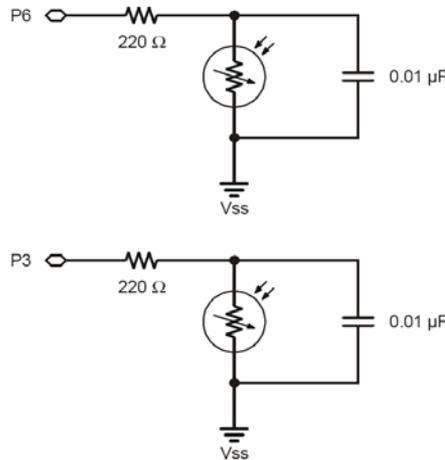

Figura 7-8.- Esquema eléctrico de los circuitos de detección del nivel de luz. El condensador se descarga a través de la LDR en paralelo
El circuito básico que se utiliza para determinar el nivel de luz se llama circuito resistencia/condensador (RC). La figura 7-8 muestra los esquemas de los circuitos RC para detección de luz del Home Boe-Bot, y la figura 7-9 muestra una imagen del conexionado.
- Monta los circuitos que se muestran en la figura 7-8 utilizando como referencia la figura 7-9.